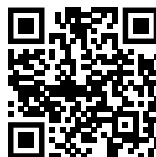

Fig. 141
► Abrir el Liebherr SmartMonitoring Dashboard. (consulte Fig. 141) .